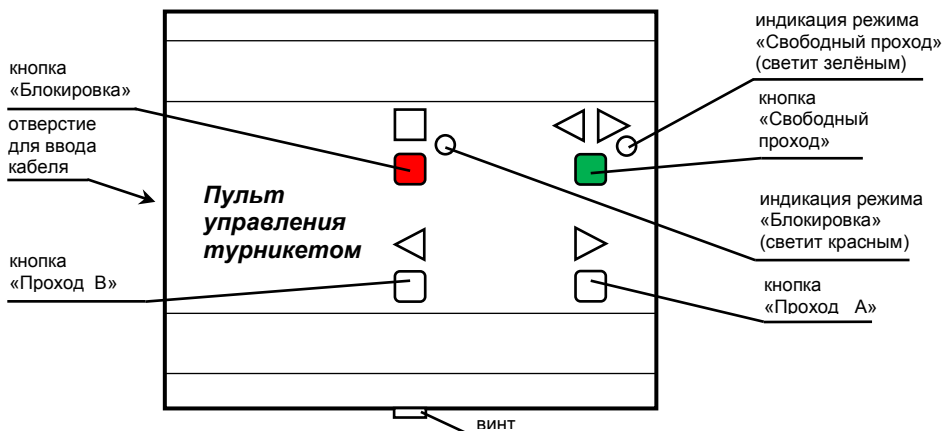
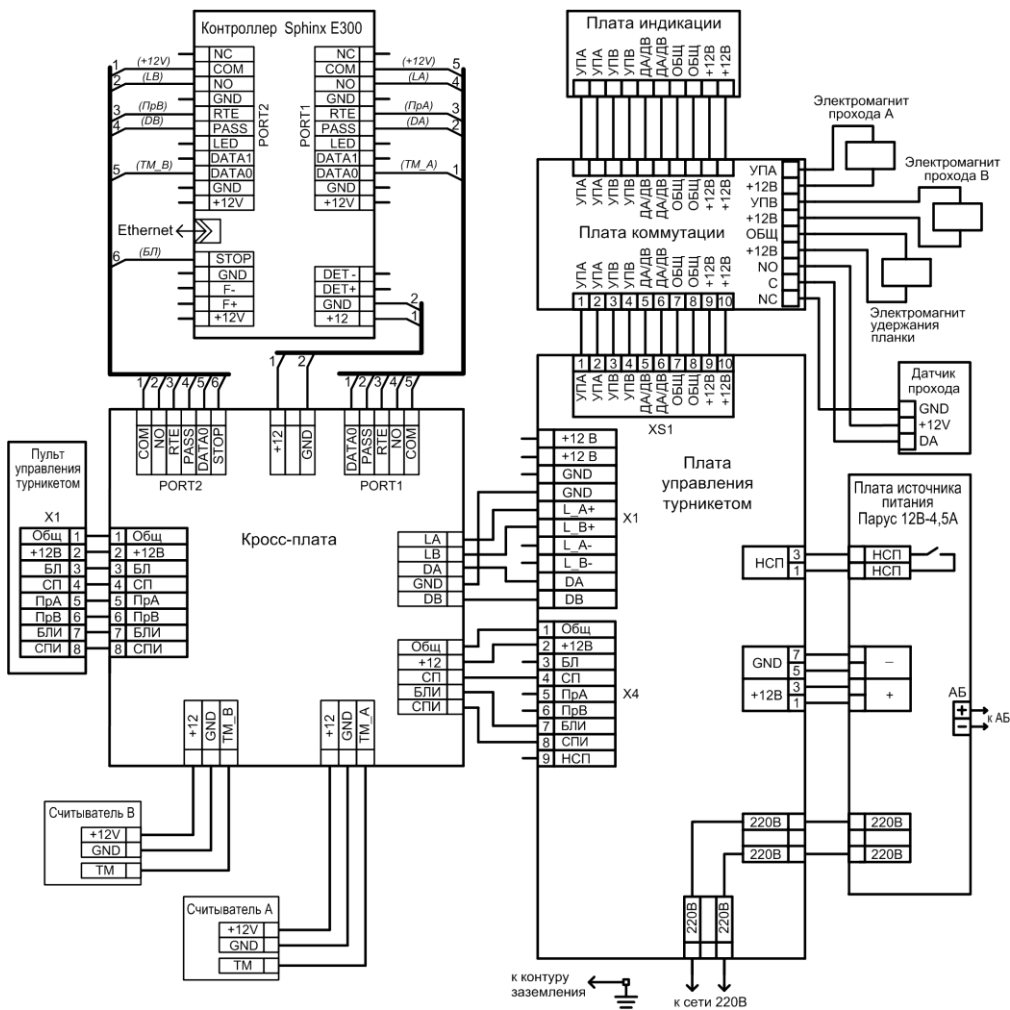

Рис.2 Внешний вид пульта управления
Рис.7 Схема электрическая соединений
Пульт управления турникетом (рис.2) предназначен для ручного дистанционного управления турникетом.
Пульт имеет четыре кнопки (рис.2) для включения (отключения) различных режимов турникета. Ниже описана работа пульта управления при установке переключателей 1 и 2 на плате управления турникетом в положения ON и OFF соответственно (см. пункт 6).
Нажатое положение кнопок «◀▶» и «■» индицируется соответствующими светодиодами на пульте управления (рис.2).
Пульт управления поставляется в комплекте с турникетом и подключается к кросс-плате, см. рис.7.
- подключите кабель пульта управления к клеммнику кросс-платы турникета и к клеммнику пульта (выкрутите винт – рис.2, снимите крышку, на крышке пульта расположена плата с клеммником, проденьте кабель в отверстие, подключите кабель согласно схеме подключения – рис.7, зафиксируйте кабель хомутом, соберите пульт);
- в режиме «Ожидания» нажмите на кнопку «▶» «Проход А» (рис.2). На индикаторе состояния турникета засветится зелёная стрелка – разрешен однократный проход,